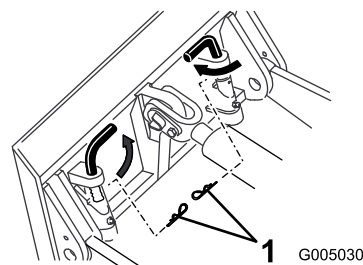

Figura 10
- Le piastre di montaggio (Figura 10) in alcuni modelli più vecchi dei trattorini sono dotate di molle forate e perni di ad attacco rapido che consentono l'installazione di 2 coppie per l'aratura di lunghi tratti. In questo modo, le vibrazioni dell'interratubo non causeranno l'allentamento dei perni.